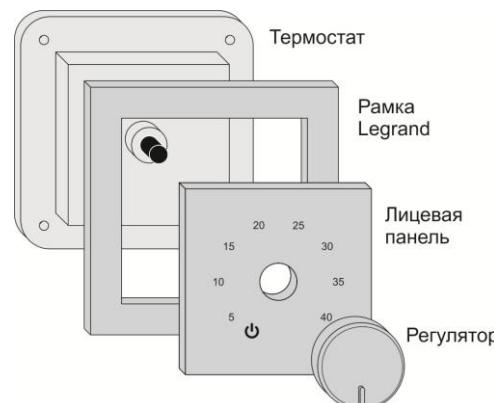

Рисунок 1 – Порядок установки
**Установка термостата (см. рис. 1)**